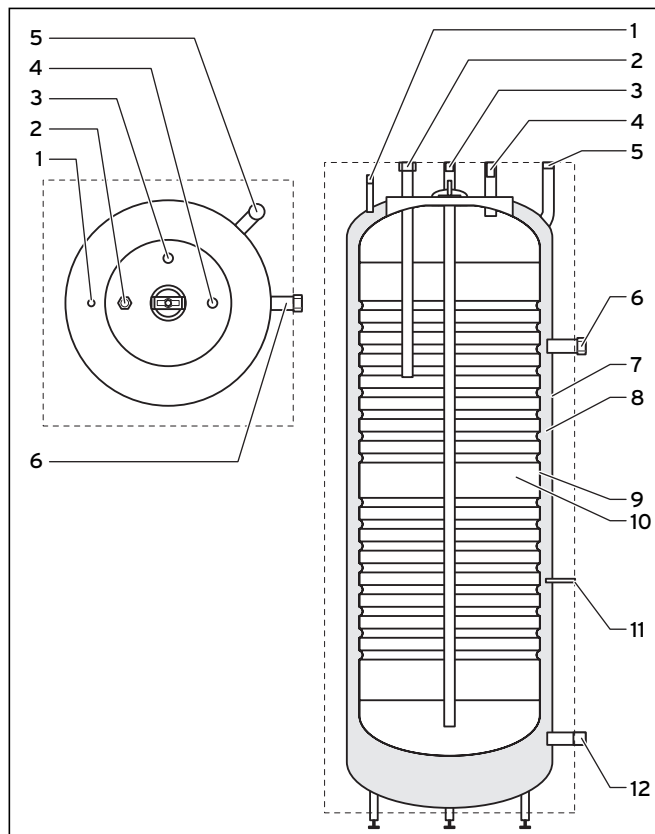

Fig. 2.1 Tilslutninger rørføring, set fra venstre
VDH 300/2 er en såkaldt dobbeltkabinetbeholder, dvs. en indvendig beholder (se fig. 2.1, pos. 9) er svejset ind i en ydre beholder (7). De to beholdere er adskilt af en ringspalte, som der kan strømme ca. 85 liter kedelvand igennem. Den indvendige beholder består af korrosionsbestandigt rustfrit stål og har en volumen på ca. 268 liter. Fordi varmtvandsbeholderen er konstrueret på denne måde, kan der overføres meget store varmemængder til beholderens sekundærvolumen (10). Desuden kan beholderen uden betænkligheder også anvendes med stærkt kalkholdigt vand.